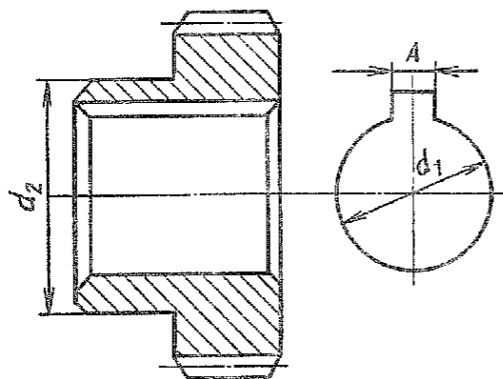

Рис. 214. Ступица ведомого диска привода лебедки
2.5. Ступица ведомого диска привода лебедки (рис. 214)